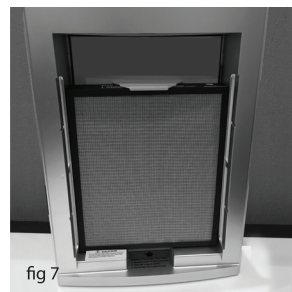

fig 7
- 6段プレフィルターと前面カバーを取り付け直します。(図7)